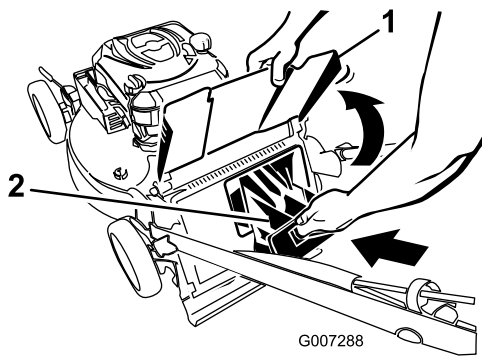

Bild 33
4. Setzen Sie die Heckauswurfklappe ein (Bild 33).